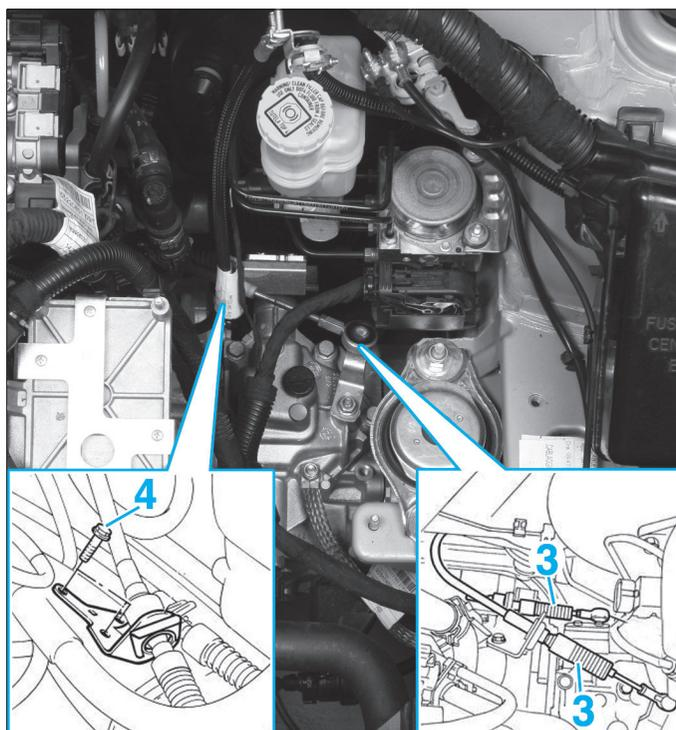

FIG. 3
- Dégrafer les rotules des câbles de commande de boîte de vitesses (3) (Fig.3).
- Déposer les vis (4) du support puis extraire celui-ci.